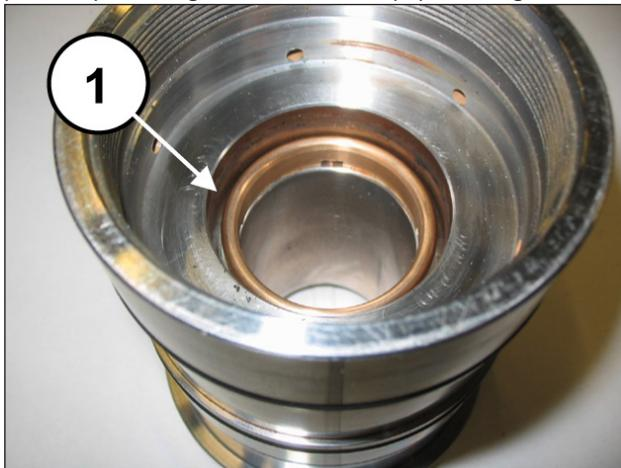
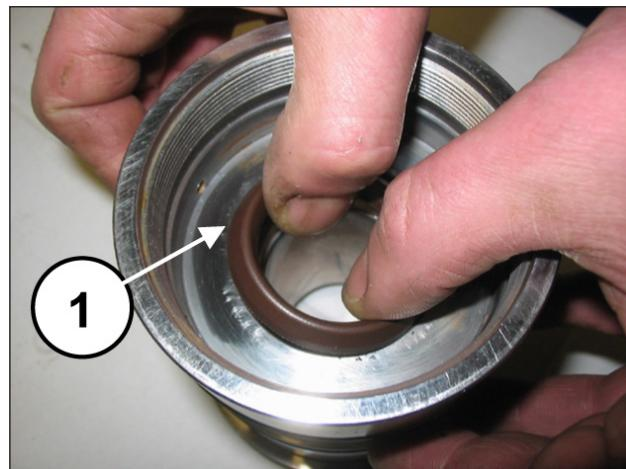

Fig. 150
Fig. 151
Monte o anel da cabeça (pos. ①, Fig. 150), a junta de alta pressão (pos. ①, Fig. 151) e o anel restop (pos. ①, Fig. 152).